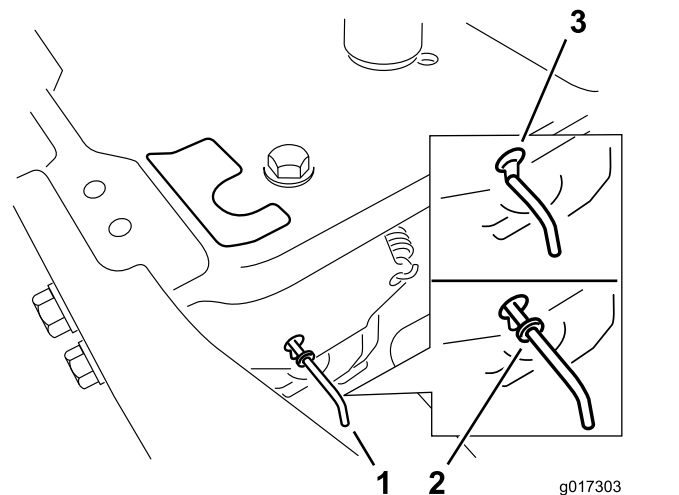

Figure 30
4. Déplacez les leviers de dérivation en avant à travers le trou de clavette et vers le bas pour les verrouiller en position (Figure 30).
Déplacez les leviers de dérivation en arrière à travers le trou de clavette et vers le bas pour les verrouiller en position, comme montré à la Figure 30.